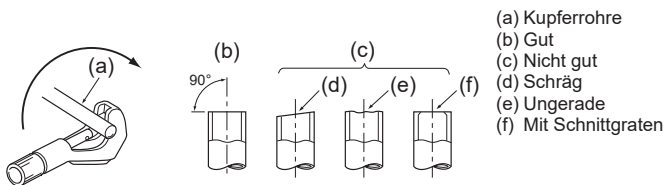

Abb. 5-3
5.2.1. Abschneiden des Rohres (Abb. 5-3)